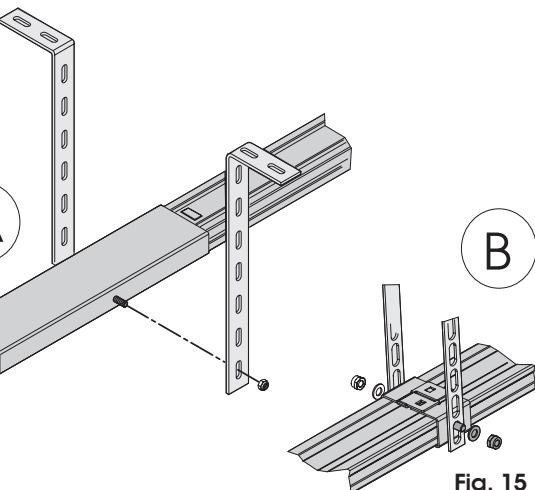

Fig. 15
- 13) Se si utilizza una guida in due pezzi con raccordo centrale (Fig. 15 rif. A) od il supporto centrale per binario unico (Fig. 15 rif. B - opzionale), procedere al fissaggio a soffitto utilizzando le apposite staffe e procedendo come ai passi 9,10 e 12 (Fig. 15).